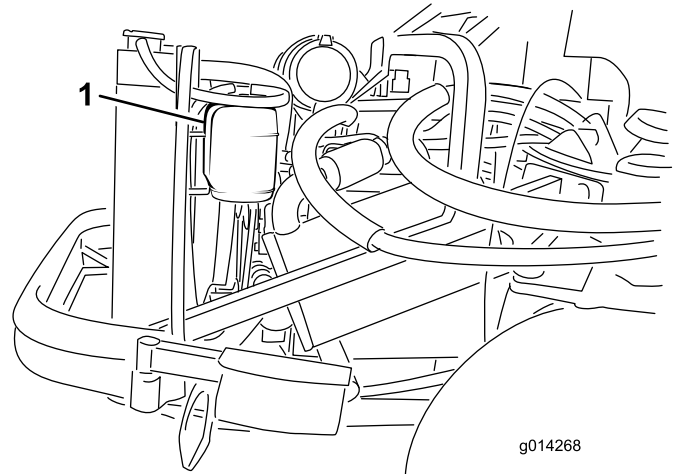

Figura 39
1. Compruebe el nivel de refrigerante en el depósito de expansión (Figura 39). El nivel del refrigerante debe estar entre las marcas en el lateral del depósito.